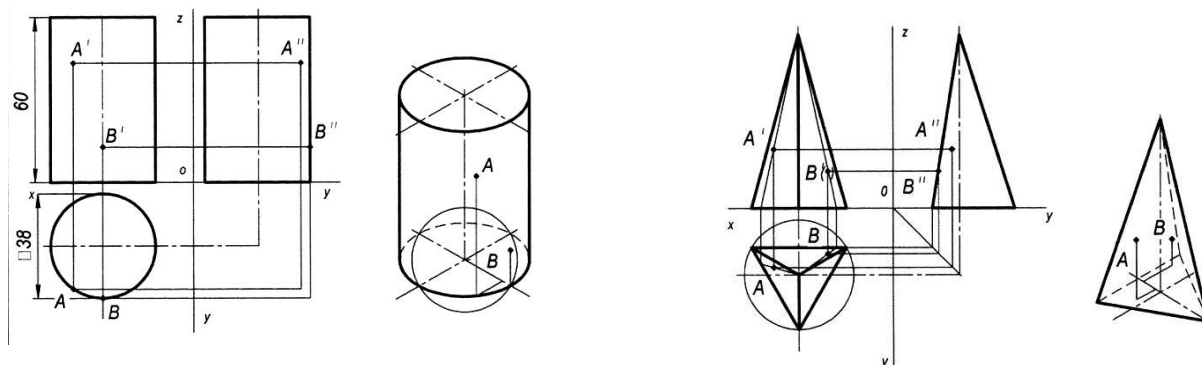

Рисунок 26 - Пример оформления графической работы
4. Построение аксонометрических проекций тел лучше начинать с проекций их оснований, учитывая расстояние между центрами оснований, рис.26.